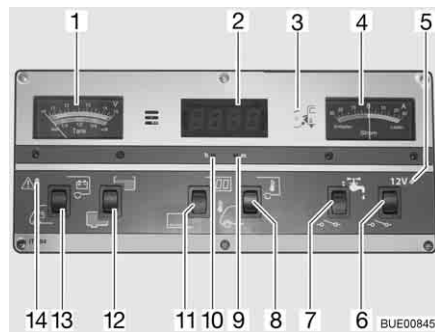

Bild 172 Panel IT 994
Beim Anzeigeeinstrument V/Tank (Bild 172,1) die obere Skala beachten. Das Anzeigeeinstrument wird automatisch beleuchtet, sobald ein Schalter gedrückt wird.
- Wippschalter (Bild 172,13) unten drücken: Die Batteriespannung der Starterbatterie wird angezeigt.
- Wippschalter (Bild 172,13) oben drücken: Die Batteriespannung der Wohnraumbatterie wird angezeigt.
Beim Anzeigeeinstrument V/Tank (Bild 172,1) die untere Skala beachten. Das Anzeigeeinstrument wird automatisch beleuchtet, sobald ein Schalter gedrückt wird.
- Wippschalter (Bild 172,12) oben drücken: Die Wassermenge wird angezeigt.
- Wippschalter (Bild 172,12) unten drücken: Die Abwassermenge wird angezeigt.
Die rote Warnleuchte ALARM (Bild 172,14) blinkt, sobald die Spannung der Wohnraumbatterie 11 V (Messung im laufenden Betrieb) unterschreitet und damit Tiefentladung droht.
- Wippschalter (Bild 172,11) oben drücken: Digitaluhr-Anzeige ist eingeschaltet. Temperaturanzeige ist betriebsbereit.
- Wippschalter (Bild 172,11) unten drücken: Digitaluhr-Anzeige und Temperaturanzeige sind ausgeschaltet.
- Mit einem dünnen Gegenstand, z. B. Kugelschreibermine, in die Öffnung für die Stundenanzeige (Bild 172,10) drücken, bis die gewünschte Stundenzahl angezeigt wird.
- Mit einem dünnen Gegenstand, z. B. Kugelschreibermine, in die Öffnung für die Minutenanzeige (Bild 172,9) drücken, bis die gewünschte Minutenzahl angezeigt wird.
- Wippschalter (Bild 172,8) oben drücken: Die Innentemperatur wird angezeigt.
- Wippschalter (Bild 172,8) unten drücken: Die Außentemperatur wird angezeigt.
Am Anzeigeelement Strom (Bild 172,4) wird ständig der aktuell fließende Batteriestrom angezeigt. Das Anzeigeelement wird automatisch beleuchtet, sobald ein Schalter gedrückt wird.
Der 12-V-Hauptschalter (Bild 172,6) schaltet das Panel und die 12-V-Versorgung des Wohnraums ein und aus.
Einschalten: ■ Wippschalter (Bild 172,6) oben drücken: Die 12-V-Versorgung des Wohnraums ist eingeschaltet. Die Kontroll-Leuchte (Bild 172,5) leuchtet grün.
Ausschalten: ■ Wippschalter (Bild 172,6) unten drücken: Die 12-V-Versorgung des Wohnraums ist ausgeschaltet. Die Kontroll-Leuchte (Bild 172,5) erlischt.
Die 12-V-Kontroll-Leuchte (Bild 172,5) leuchtet, wenn der 12-V-Hauptschalter (Bild 172,6) eingeschaltet ist.
Die gelbe 230-V-Kontroll-Leuchte (Bild 172,3) leuchtet, wenn am Eingang des Elektroblocks Netzspannung vorhanden ist.
Einschalten: ■ Wippschalter (Bild 172,7) oben drücken: Die Wasserversorgung ist eingeschaltet.
Ausschalten: ■ Wippschalter (Bild 172,7) unten drücken: Die Wasserversorgung ist ausgeschaltet.